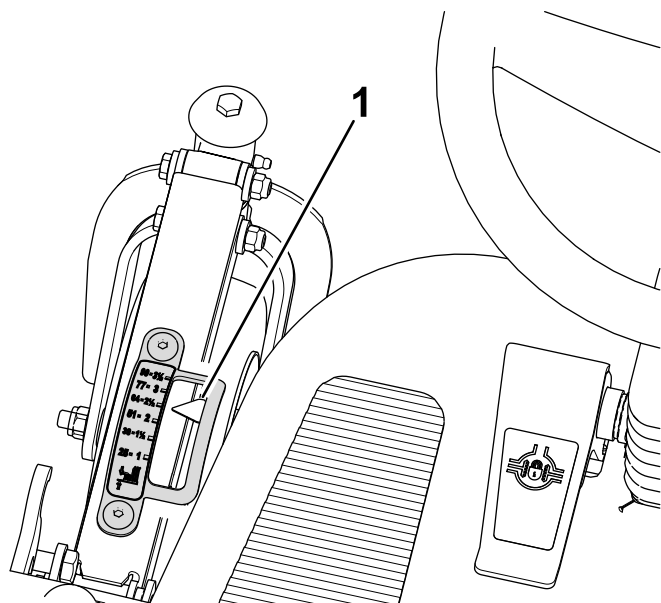

Figura 98
1. Regolate l'altezza di taglio a 64 mm (Figura 98).